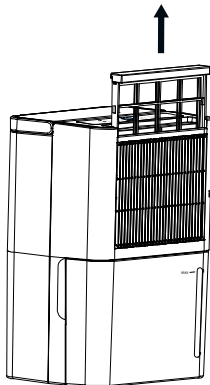

Fig. 6
- ◆ Sluk for produktet og træk stikket ❶ ud af kontakten.
- ◆ Luftfilteret ❸ sidder bag luftindgangsgitteret ❷. Hold med fingrene på kanten af luftfilteret ❸ og tag det af produktet oppefra (se fig. 6).